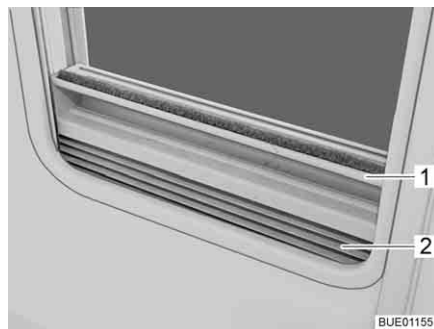

Bild 47 Plisségardin
- Ta tag i mitten på plisségardinens (Bild 47,2) list (Bild 47,1) och drag den nerifån och upp och släpp loss den vid önskad höjd. Plisségardinen stannar på denna höjd.